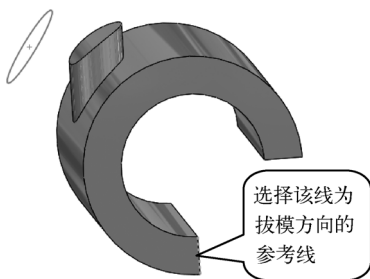

图 4-87 拔模方向的作用
- “拔模方向”列表框：选择一条直线或线性边线作为拔模方向，可以设置包覆体的拉伸方向，如图 4-87 所示。